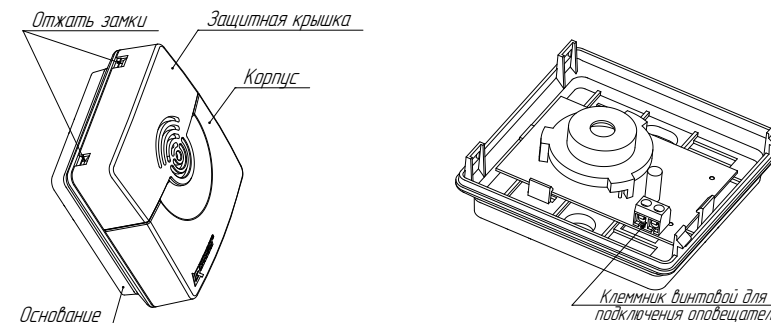

Рисунок 4
- отжать замки и аккуратно отсоединить корпус вместе с защитной крышкой от основания (рисунок 4);